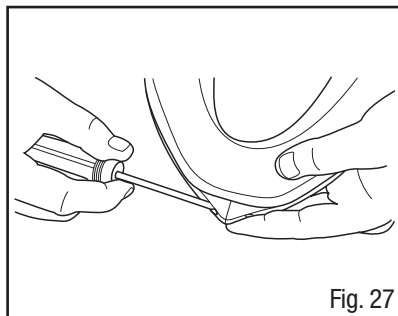

Fig. 27
1. Quite el tornillo Phillips del marco. Saque el marco del sello facial (Fig. 27).
6. Quite el tornillo Phillips del marco. Saque el marco del sello facial (Fig. 27).